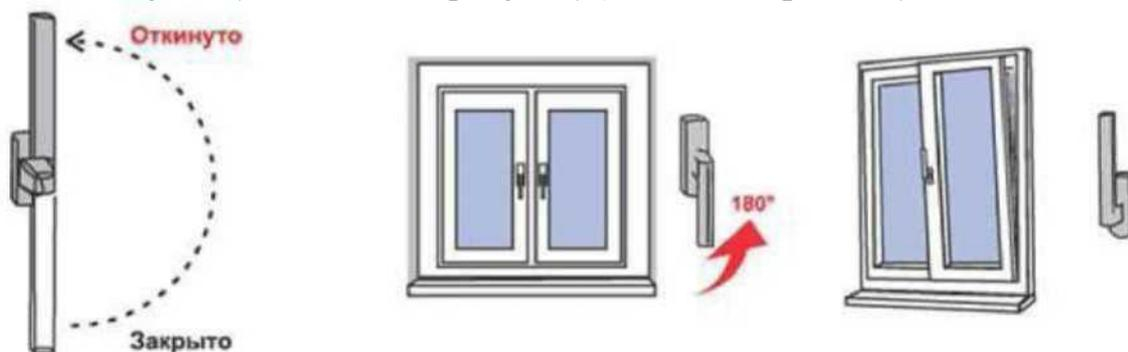

Рисунок 2.
относительно нижней горизонтальной оси, положение «Откинута» на Рис.2) ручку поворачивают вертикально на 180 градусов вверх, затем, потянув за ручку, поворачивают створку относительно нижней горизонтальной оси на заданный изготовителем угол (не более 10 градусов) (*откидной режим*).
4) Для запираения створки из открытого или откидного положения ее сначала закрывают и, придерживая створку рукой, поворачивают ручку вертикально вниз (положение «Закрыто» на Рис. 2).